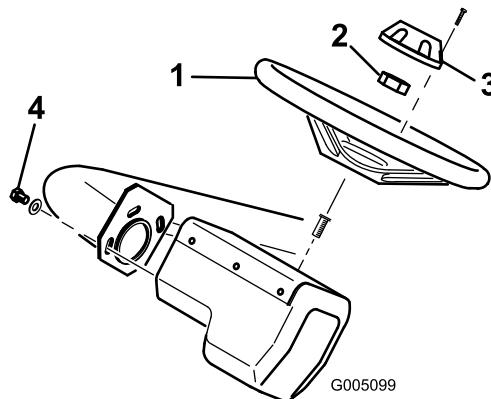

Figura 7
1. Faça deslizar o volante para a coluna de direcção e fixe-o com a porca de bloqueio (Figura 7). Aperte para 43 Nm.
2. Instale a tampa no volante com o parafuso Figura 7).
Nota: O volante pode ser ajustado para a frente e para trás para um maior conforto do operador desapertando os três parafusos de montagem, deslocando o volante para a posição de operação pretendida e apertando os parafusos (Figura 7).